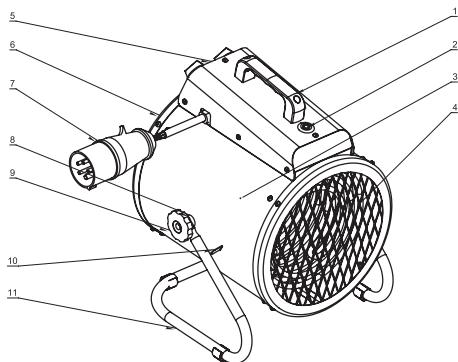

Рис. 2. Устройство прибора
Несущая конструкция тепловентилятора (см. рис.2) состоит из кожухов наружного (3) и внутреннего, изготовленных из листовой стали и имеющих цилиндрическую форму. Во внутреннем кожухе размещены вентилятор и трубчатые электронагревательные элементы. Сверху кожуха расположжен корпус блока управления (2). Кожух наружный, закрыт воздухозаборной (3) и воздухо-выпускной (4) решетками, винтами устанавливается на подставку (5) и имеет возможность поворота в вертикальной плоскости. Угол поворота фиксируется барабановыми винтами (6). Вентилятор затягивает воздух через отверстия воздухозаборной решетки. Воздушный поток, втянутый вентилятором в корпус, проходя между петлями трубчатых электронагревательных элементов, нагревается и подается в помещение через отверстия воздухо-выпускной решетки.
Электронагревательные элементы, после срабатывания устройства аварийного отключения, автоматически не включаются. Для возврата устройства аварийного отключения в рабочее положение необходимо нажать на кнопку сброса аварийного термостата (Рис.2)